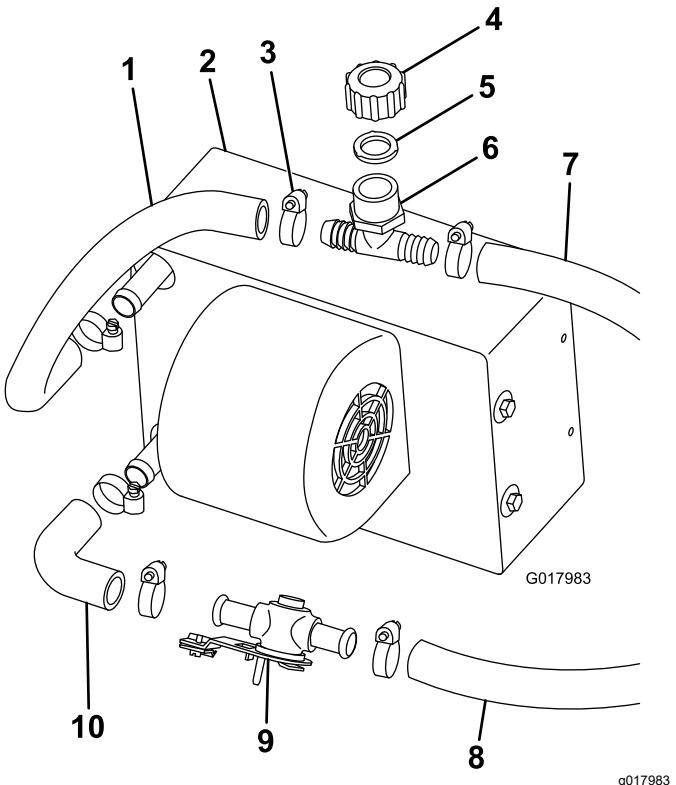

Figura 20
1. Fissate il raccordo a gomito alla parte inferiore del gruppo riscaldatore con una fascetta stringitubo (Figura 20).
2. Collegate la valvola del riscaldatore al raccordo a gomito con una fascetta stringitubo (Figura 20).
3. Tagliate un pezzo da 36 cm del flessibile ($\frac{5}{8}$ ") e fissatelo al raccordo superiore del gruppo riscaldatore con una fascetta stringitubo (Figura 20).
4. Collegate il tubo di riempimento a T bianco, la guarnizione e il cappuccio al flessibile del riscaldatore superiore con una fascetta stringitubo (Figura 20).